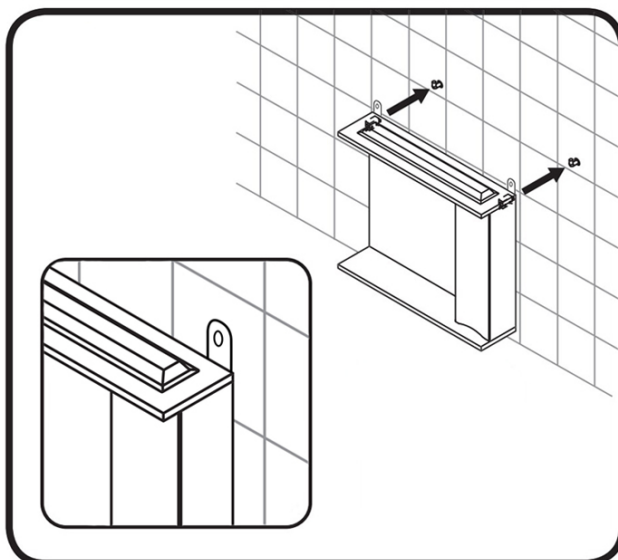

РИС.5 МОНТАЖ ЗЕРКАЛА
- После того, как вы установили оба анкерных болта и подключили зеркало к выводу на 220V, можно вешать зеркало (рис.5).